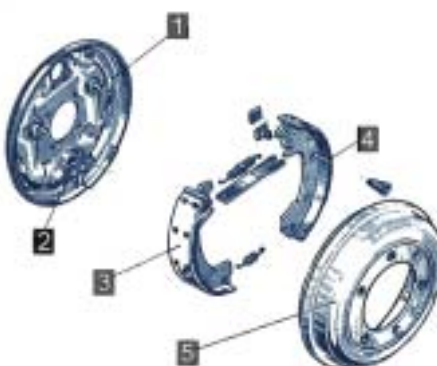

Figure 8.7 • Éléments constitutifs d'un frein à tambour classique (document Renault).
- les freins à **tambour** (figure 8.7).
■ Quels sont les éléments constitutifs d'un frein à tambour (figure 8.7) ?